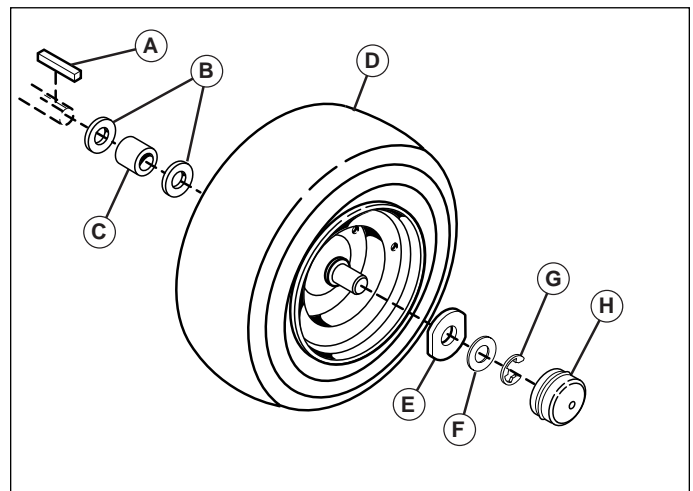

Abb. 18. Befestigungsteile der hinteren Achse
5. Bauteile in umgekehrter Reihenfolge wieder zusammenbauen und das Gerät absenken. Achten Sie darauf, dass sich die Feder (A, Abb. 18) in der Achsnut befindet.